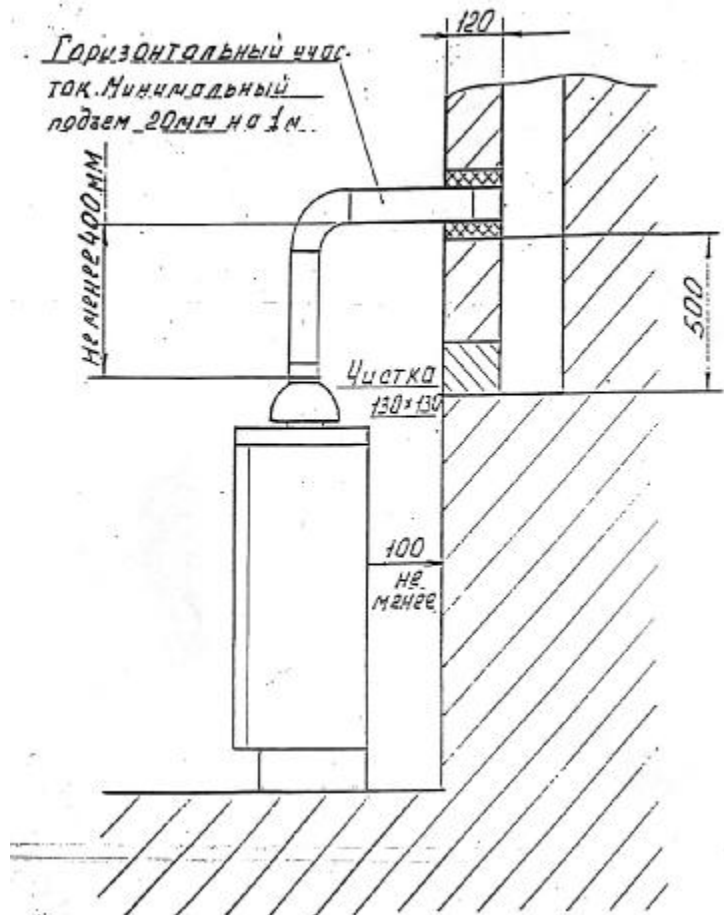

рис. 5 Размещение аппарата
6.7.6. В нижней части канала следует устроить заглушку - чистку /см. рис.5/.